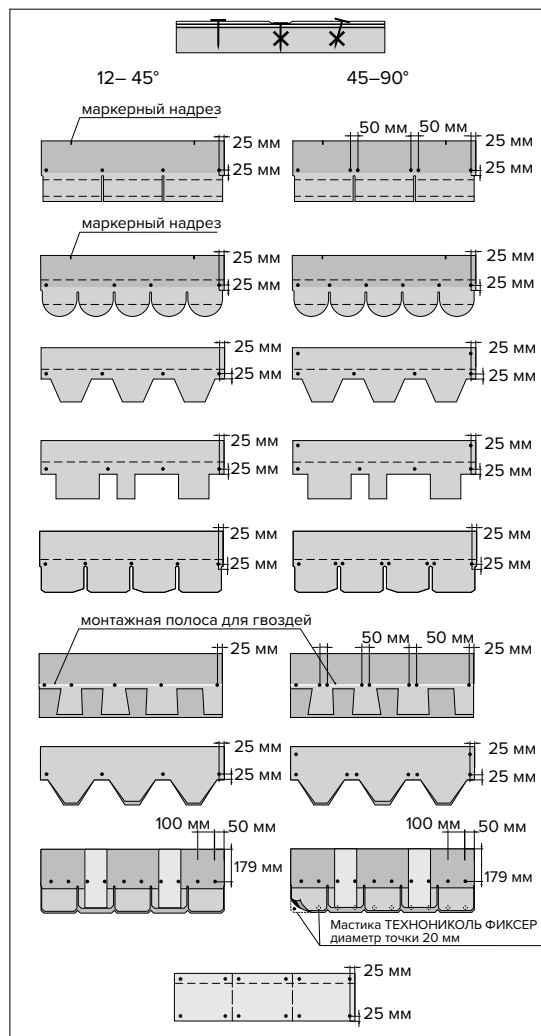

Рис. 12
Каждая рядовая черепица крепится к основанию кровли с помощью специальных оцинкованных гвоздей с широкими шляпками, количество которых зависит от угла наклона ската. Правильное прибивание специальных гвоздей — очень важный момент. Гвозди следует прибивать таким образом, чтобы шляпка находилась в одной плоскости с поверхностью ТЕХНИКОЛЬ SHINGLAS, а не врезалась в нее (рис. 12).
Правильное расположение гвоздей и их количество для каждой формы гибкой черепицы ТЕХНИКОЛЬ SHINGLAS указано на рис. 12.
**Внимание:** в форме нарезки «драконий зуб» гвоздь одновременно должен крепить место нахлеста двух составных частей черепицы. Для ориентира завод-производитель наносит специальную монтажную линию на лицевую поверхность ламинированной черепицы (рис. 12). По месту монтажа следует убедиться, что данное условие выполняется. Для монтажа коллекции КОНТИНЕНТ применять гвозди длиной 45 мм.